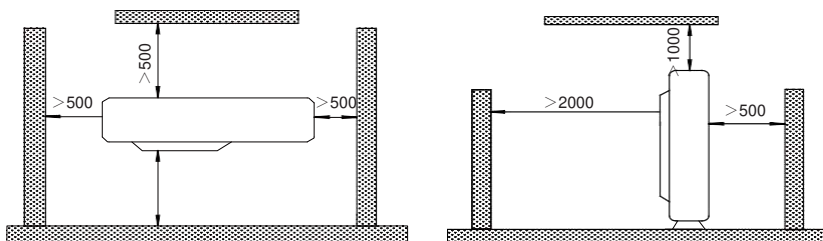

Fig.3
- (2). Installez l'unité extérieure là où elle évitera au maximum d'être salie et mouillée par la pluie.
- (3). Installez l'unité extérieure là où elle pourra facilement être connectée à l'unité intérieure.
- (4). Installez l'unité extérieure de manière à ce que l'eau des condensats puisse être évacuée librement pendant l'opération de chauffage. Veillez à ce qu'aucun animal ni plante ne se trouve sur le circuit de l'air chaud.
- (5). Prenez en compte le poids de l'unité et choisissez un lieu où le bruit et les vibrations soient faibles.
- (6). Installez l'unité extérieure dans un lieu qui puisse supporter son poids et génère le moins de bruit et de vibrations possible.
- (7). D'après la Fig. 3, vérifiez que l'espace soit suffisant pour que le flux d'air ne soit pas bloqué. De plus, pour un fonctionnement optimal, laissez trois ou quatre côtés ouverts.